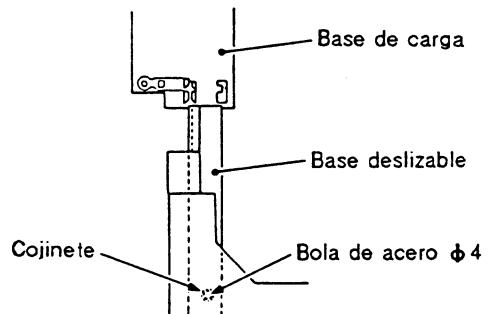
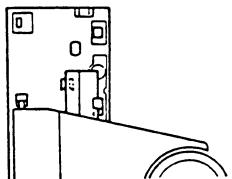

Fig. 10-7
Fig. 10-8
<p>Una vez finalizado el ajuste de reticula, vuelva a montar la bandeja del disco de acuerdo con el procedimiento siguiente.</p> <ol style="list-style-type: none"> 1. Extraiga el disco y el separador. 2. Levantando el sujetador de abrazadera (marcado con ④ en la Fig. 10-2) con la mano izquierda, sujeté la bandeja con la mano izquierda como se indica en ⑤ y desliza la base deslizable en los acopladores de resina rigida de la base de carga como se muestra en la Fig. 10-7 para reinsertar la bandeja del disco. 3. En este momento, asegúrese de sujetar la bola de acero en su lugar con el dedo indice de la mano izquierda. Además, tenga cuidado para no dañar el panel frontal con la base deslizable y el cojinete de bolas de acero (de la base deslizable). 4. Inserte la base deslizable de forma que encaje en los dos acopladores de resina rigida de la parte posterior de la base de carga (consulte la Fig. 10-8). 5. Inserte completamente la bandeja del disco.